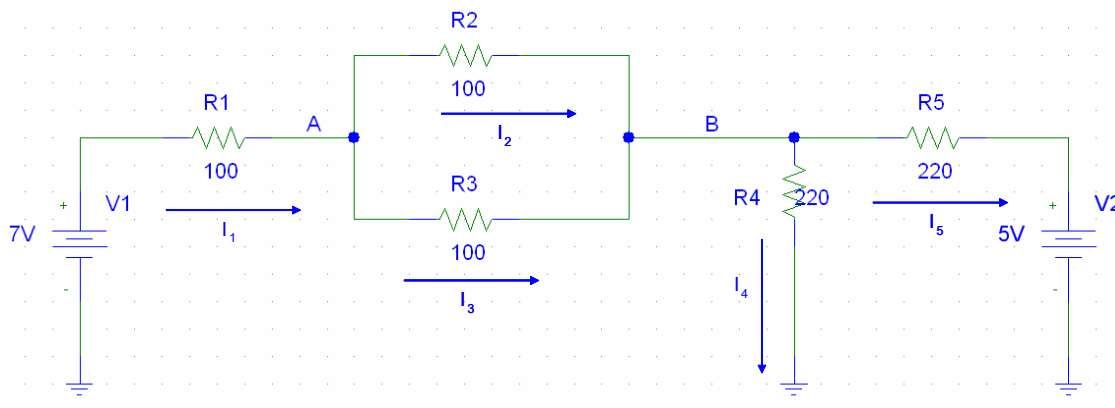

Figura 5: Circuito de continua con resistencias.
- h) Obviamente, PSpice permite la simulación de circuitos más complejos que el utilizado hasta ahora, como por ejemplo el mostrado en la Figura 5. Simule este circuito ($V1 = 7\text{ V}$ y $V2 = 5\text{ V}$) y obtenga los siguientes datos: